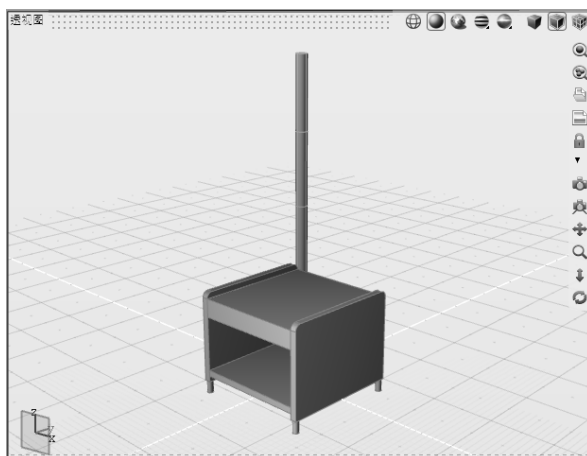

图 5-21 挤出圆曲线，距离为 50
2) 选择“挤出”工具，当控制台提示“拾取曲面边线”时，选择刚创建的圆。当控制台提示“沿方向 1 的距离”时，输入数值“50”，可从透视图中观察结果，如图 5-21 所示。